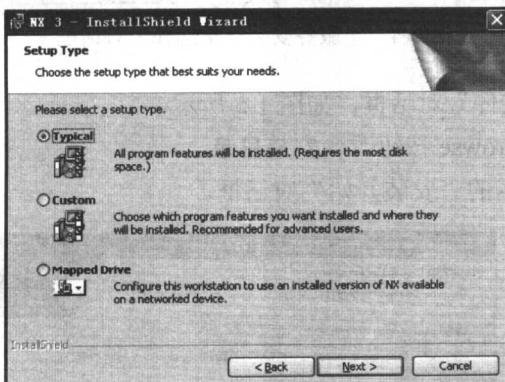

图 1-9 “设置类型”对话框
(3) 单击 Next 按钮以后，将出现如图 1-9 所示的“设置类型”对话框。
(4) 如果用户熟悉 UG 系统的各个模块或者有特殊要求，可以选择 Custom 安装方式来